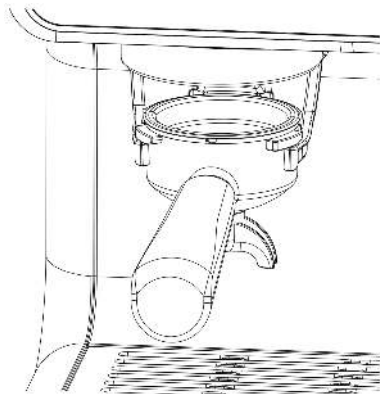

Fig. 5:
5. Som vist i Fig. 5, sæt Portafilteret i pulvermodtageren.